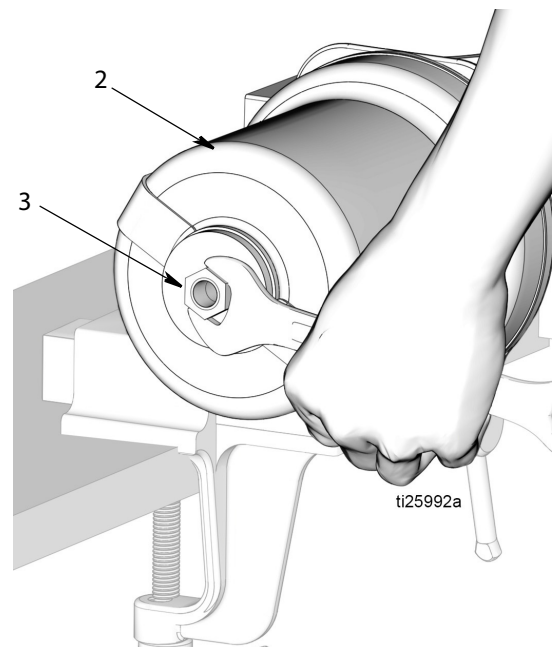

Рис. 15
12. Открутите стопорную гайку поршня (3) с верхней части пневматического цилиндра (2) (Рис. 15).